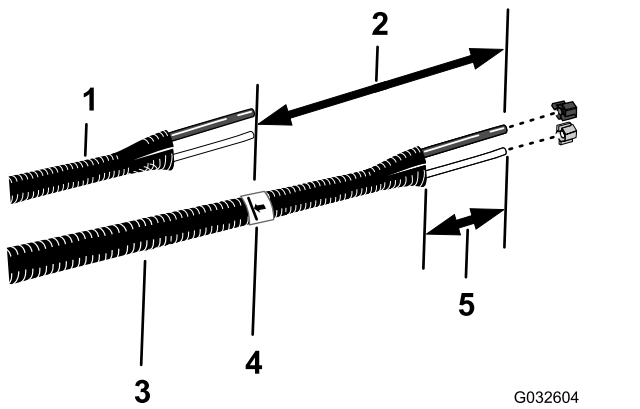

图20
6. 将旧的液体管子和空气管子图20与新的管总成Toro 零件号 114-9553 对齐。
8. 在新管总成上从您在步骤 7 中所做的标记处添加 26cm 长度在管总成上做上标记然后在第二个更长的标记处将管子截断 图20。
10. 从管总成的两端去除 77102mm 的外壳 图20。